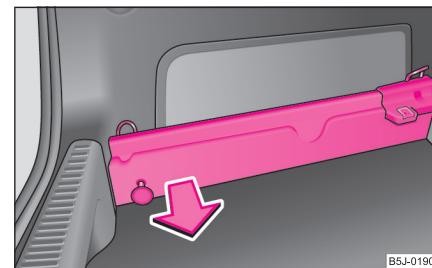

Abb. 7 Gepäckraum: Tragschienen herausnehmen
- Fassen Sie die Tragschiene **(A)** ⇒ Abb. 7 und nehmen Sie diese durch Ziehen in Pfeilrichtung heraus. Beim Ausbauen der Tragschiene auf der anderen Seite des Gepäckraums gehen Sie auf gleiche Weise vor. ►